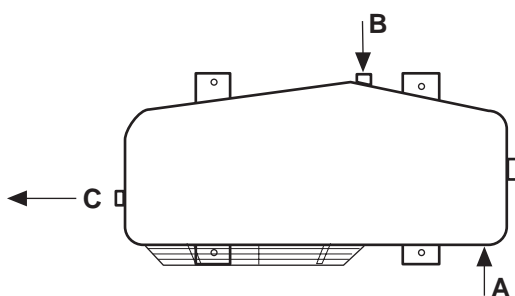

fig. 3 Cover removal
On peut accéder aux composants internes (figure 1-2) en enlevant le panneau latéral ainsi que le couvercle (figure 3).
- Pour retirer le capot de l'unité extérieure et accéder aux composants internes, procéder comme indiqué figure 3:
Die Innenkomponenten sind nach Entfernung des Seitenblechs (Abb. 1-2) und der Abdeckung (Abb. 3) zugänglich.
El acceso a los componentes internos (fig. 1-2) se hace sacando el panel lateral y la cubierta (fig. 3).
- Para sacar la cubierta de la unidad y tener acceso a los componentes internos proceda como se muestra en la Fig.3: